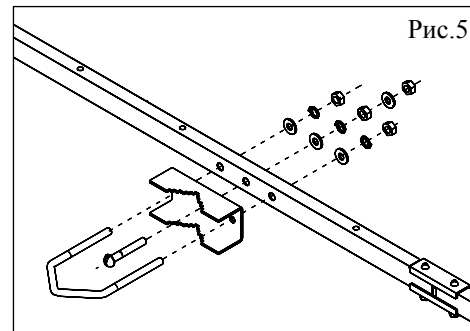

Рис.5
5.7.Установить на собранную штангу узел крепления, состоящий из призмы и скобы, согласно рис.5. Для крепления призмы использовать винт №1,который также предназначен для крепления провода заземления. Аналогично собрать узел крепления на нижней штанге.